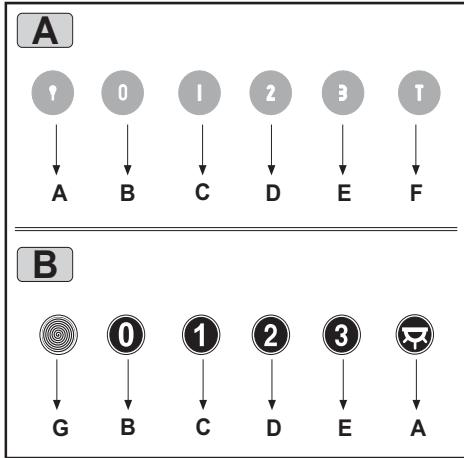

Fig.9
• COMANDI: (Fig.9 A) LUMINOSI la simbologia è di seguito riportata:
• COMANDI:(Fig.9 B) MECCANICI la simbologia è di seguito riportata: